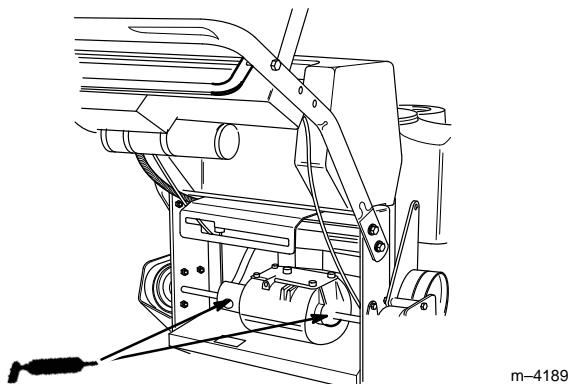

Abbildung 25
2. Die Getriebekupplungen schmieren (Abb. 25). Die Schutzschilder müssen nicht entfernt werden, wenn Sie von vorne neben dem Motor die entsprechenden Stellen schmieren.